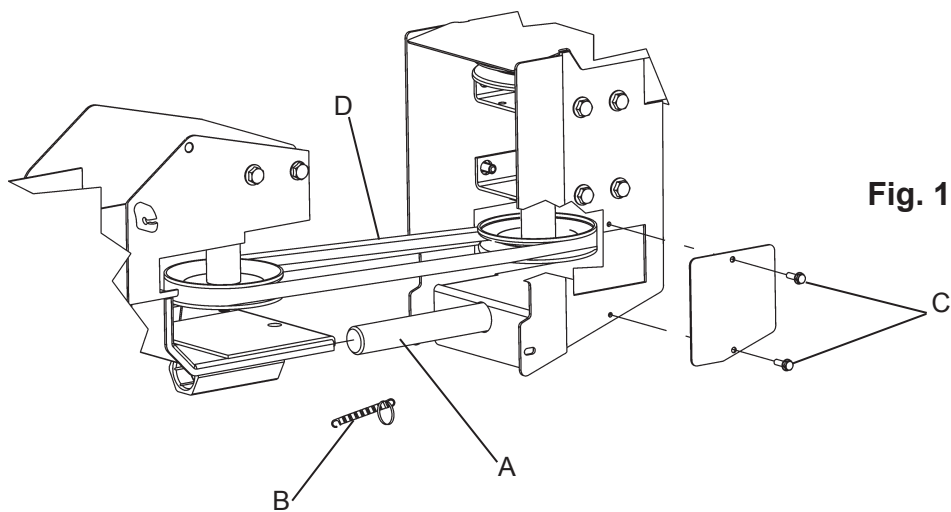

Fig. 2
MONTAGGIO DELLA SPAZZOLA: FIG.1 - Innestare il perno d'attacco (A) come in figura ed inserire le 2 molle di ritorno (B); togliere le viti superiori (C) dei coperchi di protezione ed allentare quelle inferiori, in modo da far ricadere i coperchi come a disegno. Quindi montare la cinghia (D) sulle due puleggie e riavvitare i fianchetti nelle posizioni originali. FIG.2 - Inserire le viti poste sulla leva d'inclinazione (E) nei fori sul telaio (F), dopodichè avvitare i dadi di bloccaggio (G) muniti di rondelle (I) ed agganciare la molla (H) sul coperchio spazzola.
FIG.2 - Insert the screws placed on the adjusting lever (E) in the holes on the frame (F), then screw down the lock nuts (G), with the washers (I) and hook the spring (H) to the brush cover.
FIG.2 - Introduire les vis du levier d'inclinaison (E) dans les trous (F), placer les rondelles (I) et fixer l'ensemble en montant et en serrant énergiquement les écrous (G). Accrocher le ressort (H) sur (E) et sur le carter du balai ramasseur.
Abb. 2. Die Schraube der mitgelieferten Verstellhebel (E) in die Bohrungen (F) einführen und mit Sicherungsmuttern (G) und Scheiben (I) anschrauben. Die Feder (H) wird an die Haube angehängt.